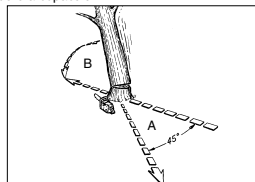

Fig. 12
ATENȚIE: Înainte de tăiere trebuie stabilit și eliberat un drum de retragere (A). Drumul de retragere trebuie să fie orientat în spatele și diagonal pe direcția din care se așteaptă să cadă copacul, așa cum se arată în fig. 12.
ATENȚIE: când tăietura este aproape de punctul de ancorare, copacul începe să cadă. Atunci când copacul începe să cadă, trageți ferăstrăul afară din tăietură, opriți motorul, așezați jos ferăstrăul și părăsiți intervalul pe drumul de retragere (fig. 12)